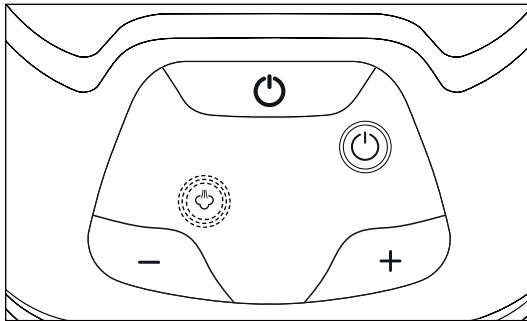

Fig. 6
- 2) Appuyez sur la touche Marche/Arrêt **13** pour mettre l'appareil en marche. Le témoin de contrôle Marche/Arrêt **14** s'allume en bleu et le témoin de contrôle de la vapeur **basse 18** clignote en bleu (voir Fig. 6).